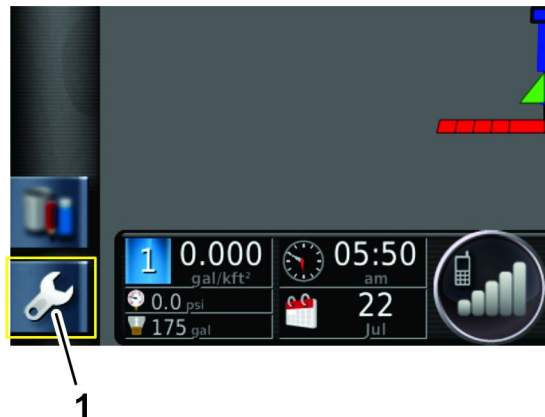

Figura 209
3. Pulse el icono CONFIGURACIÓN de la pantalla principal (Figura 209).